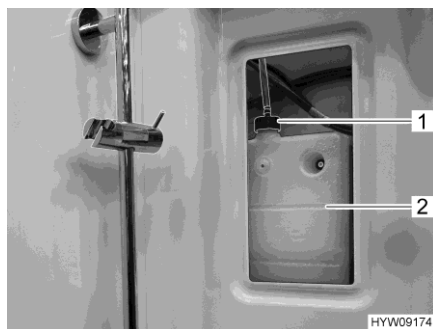
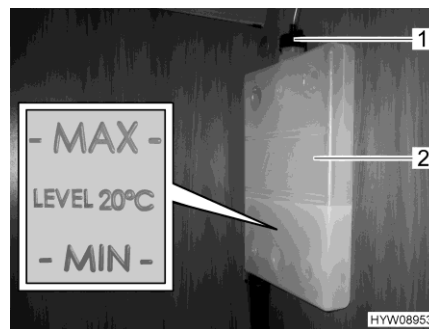

Fig. 212 Vaso d'espansione (riscaldamento ad acqua calda)
Fig. 213 Riga "MIN/MAX"
- Rimuovere la copertura per il vaso d'espansione (Fig. 212,2) a destra e in alto nella doccia.
- Controllare se il livello del liquido nel vaso d'espansione (Fig. 213,2) è tra le righe del "MIN" e del "MAX" (Fig. 213).
- Aprire il coperchio (Fig. 212,1 o Fig. 213,1) del vaso d'espansione.